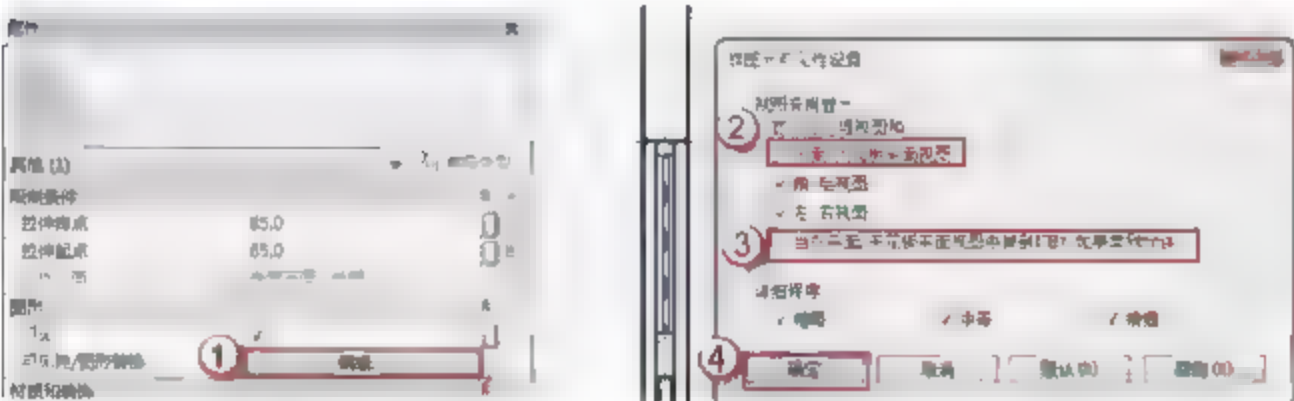

图 7.2.45 修改 MQ7196 转角幕墙窗户玻璃的可见性
(19) 修改 MQ7196 转角幕墙窗户玻璃的可见性。在“属性”面板中，单击“图形”栏“可见性/图形替换”后的“编辑”按钮，弹出“族图元可见性设置”对话框，取消“平面/天花板平面视图”和“当在平面/天花板平面视图中被剖切时（如果类别允许）”复选框的选择，单击“确定”按钮，如图 7.2.45 所示。